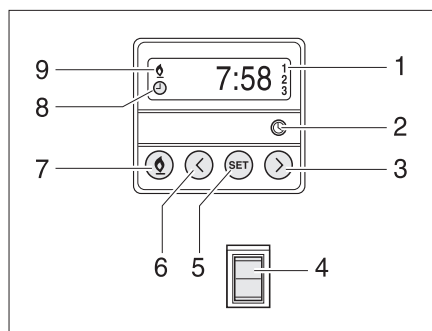

Fig. 217 Unité de commande pour le chauffage d'appoint
- Appuyer sur la touche (Fig. 217,7). Le mode chauffage est indiqué par le symbole (Fig. 217,9). Le ventilateur ne s'allume que quand la température de l'eau de refroidissement atteint 30 °C.
- Appuyer sur la touche (Fig. 217,7). Le symbole (Fig. 217,9) s'éteint.
- Appuyer sur le bas de l'interrupteur (Fig. 217,4). Le moteur est préchauffé. Le ventilateur est immédiatement allumé.
- Appuyer sur le haut de l'interrupteur (Fig. 217,4). Le moteur reste froid.
- Appuyer sur la touche (Fig. 217,2). Le menu réglage de l'heure est indiqué par le symbole (Fig. 217,8).
- Régler l'heure avec les touches (Fig. 217,3 et 6).
- Appuyer sur la touche (Fig. 217,5).
- Régler le temps de démarrage dans les 10 secondes qui suivent avec les touches (Fig. 217,3 et 6).
- Appuyer plusieurs fois sur la touche (Fig. 217,5) jusqu'à ce que le numéro de programme désiré (Fig. 217,1) apparaisse sur l'écran.